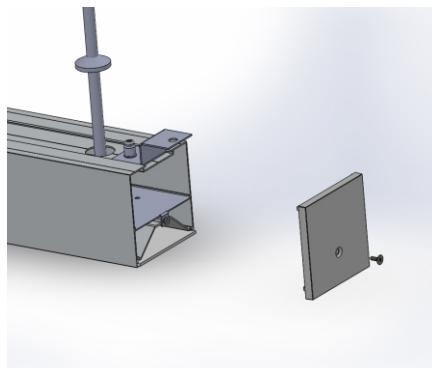

Рис.4
6. Завести пластину источника питания в корпус светильника. С помощью отвертки с крестообразным шлицом прикрутить торцевую, пластиковую заглушку винтом M4. (Рис.4)